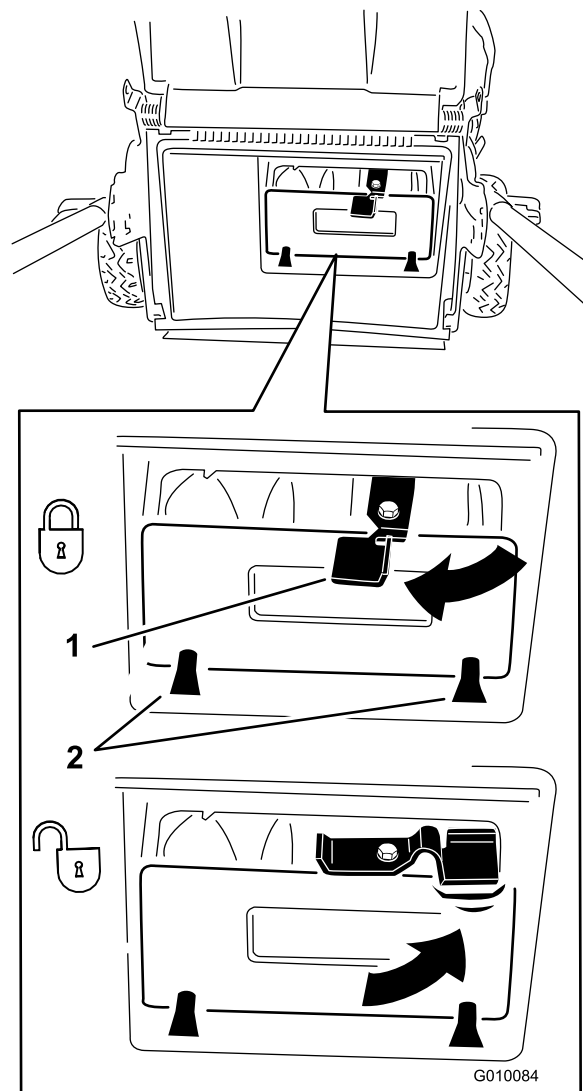
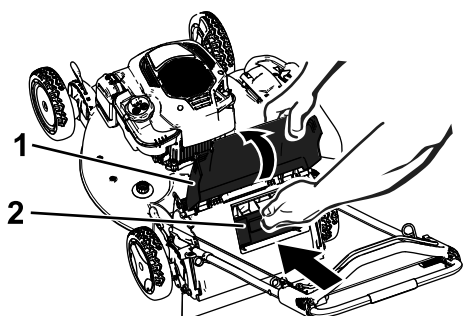

Figure 27
Figure 28
**Important:** Vérifiez que l'obturateur d'éjection arrière est bien verrouillé en place. Pour verrouiller l'obturateur, appuyez fermement dessus jusqu'à ce qu'il s'enclenche en position derrière les pattes, et tournez le levier situé dessus vers la gauche (Figure 27).
**Remarque:** Pour déverrouiller l'obturateur, tournez le levier situé dessus vers la droite (Figure 27).
**Important:** Vérifiez que l'obturateur d'éjection arrière est bien verrouillé en place. Pour enlever l'obturateur : relevez le volet arrière (Figure 28), appuyez fermement sur l'obturateur jusqu'à ce qu'il s'enclenche en position derrière les pattes, et tournez le levier situé dessus vers la gauche (Figure 27).